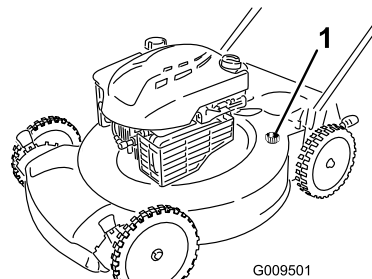

Figura 26
4. Introduzca una manguera de jardín conectada a un grifo en el orificio de lavado de la carcaza del cortacésped (Figura 26).